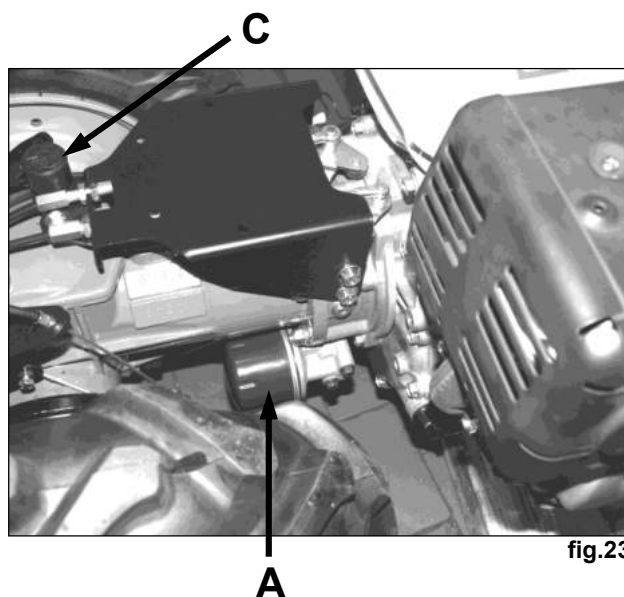
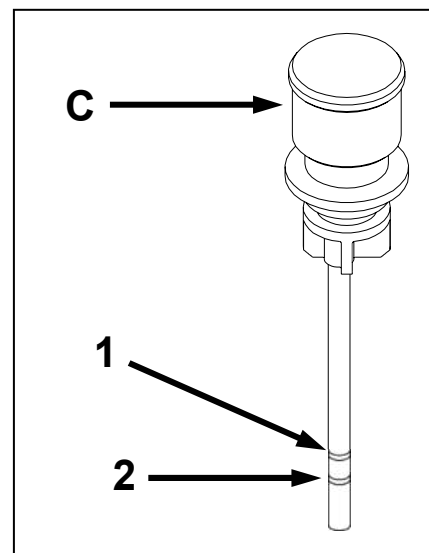

fig.23
fig.24
**PRIME 30 ORE** - Dopo le prime 30 ore di lavoro sostituire il filtro olio **A** e controllare il livello nella scatola cambio utilizzando il tappo con asta **C** (fig.23 - 24) e verificando che, a macchina orizzontale, l'olio arrivi tra le due tacche **1** e **2** (fig.24). Se occorre, aggiungere olio per cambi idromeccanici BCS **PowerLube W7 SAE 80W-90** (API GL-5).
**FIRST 30 HOURS** - After the first 30 hours of work, replace the oil filter **A**. Check the level in the transmission box using the cap with rod (**C** fig.23 - 24) and checking that, with the machine horizontal, the oil reaches in between the two notches **1** and **2** (fig.24). If necessary add hydro-mechanical gear oil **BCS Powerlube W7 SAE 80W-90** (API GL-5).
**LES PREMIERES 30 HEURES** - Après les premières 30 heures de travail, remplacer le filtre d'huile **A** et contrôler le niveau dans la boîte de vitesses en utilisant le bouchon avec tige (**C** fig.23 - 24) et en vérifiant que, lorsque la machine est horizontale, l'huile arrive entre les deux encoches **1** et **2** (fig.24). S'il faut, ajouter de l'huile pour boîtes à vitesse hydromécanique **BCS Powerlube W7 SAE 80W-90** (API GL-5).
**PRIMERAS 30 HORAS** - Transcurridas las primeras 30 horas de trabajo, sustituir el filtro de aceite **A** y controlar el nivel de la caja de cambios utilizando el tapón con varilla (**C** fig.23 - 24) y comprobando que, con la máquina horizontal, el aceite llegue a estar entre las dos muescas **1** y **2** (fig.24). Si es necesario, añadir aceite para cambios hidromecánicos **BCS Powerlube W7 SAE 80W-90** (API GL-5).
**NACH DEN ERSTEN 30 STUNDEN** - Nach den ersten 30 Betriebsstunden ist der Ölfilter **A** auszuwechseln und den Ölstand im Getriebegehäuse prüfen; dazu den Messstab (**C** Abb. 23 - 24) verwenden und prüfen, dass der Ölstand bei horizontal stehender Maschine zwischen den beiden Kerben **1** und **2** (Abb.24) steht. Bei Bedarf Öl für hydromechanische Getriebe **BCS Powerlube W7 SAE 80W-90** (API GL-5) auffüllen.
### PER SOSTITUIRE IL FILTRO OLIO "A" (fig.23)
**OGNI SETTIMANA** - Verificare che, a macchina orizzontale, l'olio arrivi tra le due tacche del tappo con asta **C** (fig.23 - 24).
### TO REPLACE THE OIL FILTER "A" (fig.23)
**EVERY WEEK** - With the machine on a level surface, check that the oil reaches between the two notches on the dipstick cap **C** (fig.23 - 24).
### POUR REMPLACER LE FILTRE À HUILE "A" (fig.23).
**CHAQUE SEMAINE** - La machine en position horizontale, vérifier que l'huile arrive entre les deux encoches du bouchon avec la tige **C** (fig.23 - 24).
### PARA SUSTITUIR EL FILTRO ACEITE "A" (fig.23)
Comprobar que, con la máquina horizontal, el aceite llegue a las dos muescas del tapón con varilla **C** (fig.23 - 24).
### DEN ÖLFILTER "A" ERSETZEN (Bild 23)
Sostituire l'olio (capacità litri 2,3 per 310 - 328 - 338; capacità litri 2,6 per 340 - 360), il filtro olio **A** (fig.23) e pulire il tappo magnetico **B** (fig.25) dopo averlo smontato dalla sua sede.
Change the oil (2,3 litres capacity for 310 - 328 - 338; 2,6 litres capacity for 340 - 360), the oil filter **A** (fig.23) and clean the magnetic cap **B** (fig.25) after having removed it from its place.
Remplacer l'huile (contenance litres 2,3 pour 310 - 328 - 338; contenance litres 2,6 pour 340 - 360), le filtre d'huile **A** (fig.23) et nettoyer le bouchon magnétique **B** (fig.25) après l'avoir démonté de son emplacement.
Sustituir el aceite (capacidad 2,3 litros para 310 - 328 - 338; capacidad 2,6 litros para 340 - 360), el filtro de aceite **A** (fig.23) y limpiar el tapón magnético **B** (fig.25) después de haberlo sacado de su sitio.
Das Öl (Fassungsvermögen 2,3 Liter bei 310 - 328 - 338; Fassungsvermögen 2,6 Liter bei 340 - 360) und den Ölfilter **A** (Bild 23) wechseln und den Magnetdeckel **B** (Bild 25) reinigen, nachdem er entfernt wurde.